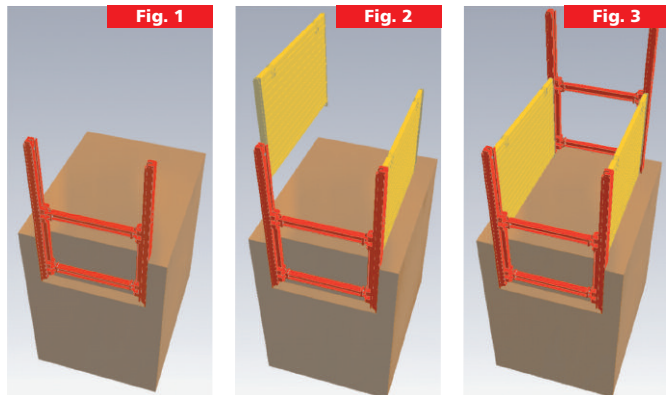

Afb. 2
Een traverse, bestaande uit twee sleden en de voor de sleufbreedte noodzakelijke tussenstukken, welke u volgens afbeelding 2 met schroeven DIN 6914 M24x85-10.9 HV, moeren DIN 6951 M24-10 en schijven DIN 6916 voldoende vastgeschroeft. Alle schroefverbindingen dienen na iedere uitbouw van de bekistingselementen te worden gecontroleerd en zo nodig te worden nagetrokken. Het aandraaimoment bedraagt 750 Nm, de sleutelwijdte van de HV-schroeven 41 mm. Traverse overeenkomstig afbeelding 2 in de geleiding van de liggende geleidebalk inschuiven. Er dient uitsluitend geschikt hijsmateriaal te worden gebruikt. De aanwezige hijsogen dienen te worden gebruikt.
- b) Telkens een bekistingsplaat met geschikt hefwerktuig opnemen, in de geleidingen van de geleidebalken inschuiven en uitlijnen. (Fig. 2).